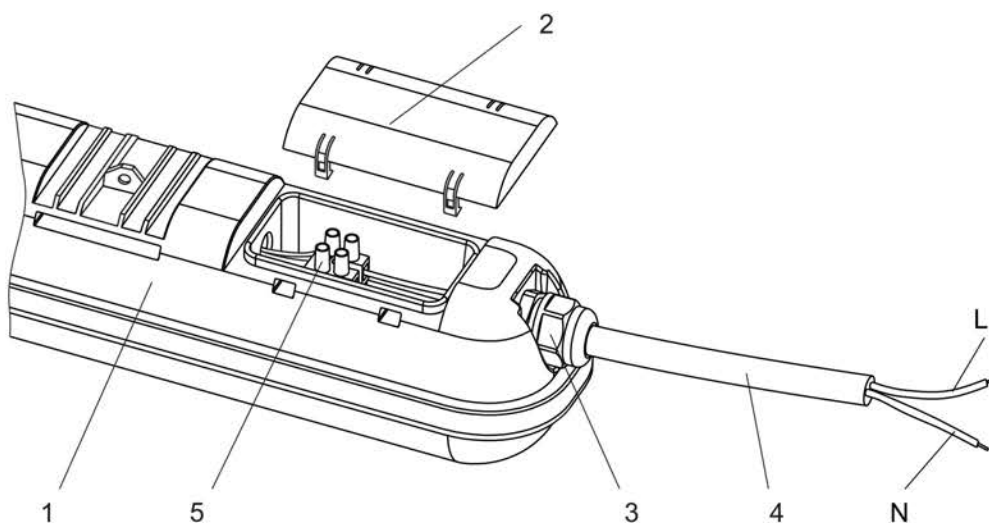

Рисунок 3
5.2 Подключение светильника (рисунок 3):